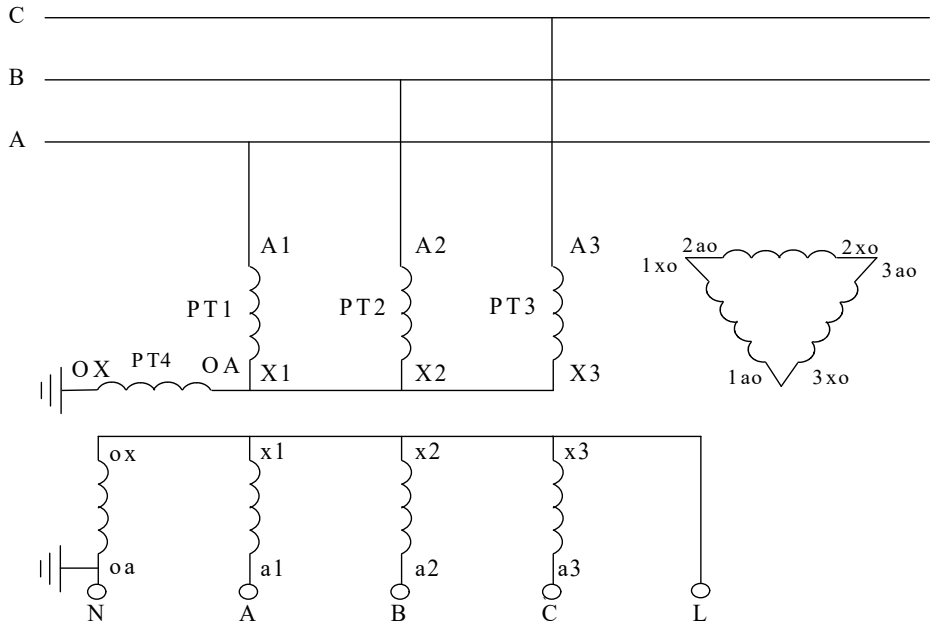

图 8 4PT 连接方式 1
大部分变电站中的 4PT 的连接方式有两种接法，分别如图 8 和图 9 所示。对于图 8 中这种 4PT 的接线方式，组成星形的三个 PT 的开口三角侧被短接，系统零序电压由第四个 PT 的测量线圈来测量，各相电压分别从 A-N、B-N、C-N 端测量。这种接线方式下，系统单相接地时 N-L 端的电压为 57.7V。
在图 8 和图 9 中，测量信号都是从 N-L 端注入。
在图8中,零序PT(即第4个PT)的二次零序绕组是 $ox-oa$ 绕组,其电压通常为 $100/\sqrt{3}$ (V), 则测量时 PT 变比为 $\frac{U_L}{\sqrt{3}}/\frac{100}{\sqrt{3}}$ 。这种接线方式和变比下, 对应于测试仪的“PT 方式”中的“4PT”方式。也就是说, 如果接线方式如图8所示, 则在测量电容电流前必须将“参数设置”屏幕中的“PT 方式”设置为“4PT”。